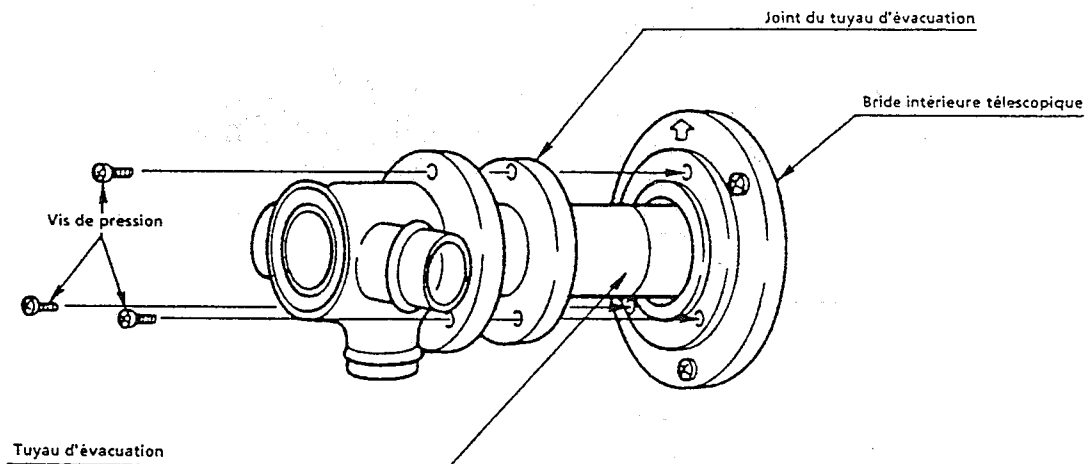

Fig. 11
6. a. Passez le tuyau d'évacuation avec le joint déjà fixé dessus à travers le moignon à partir de côté salon. Fixez le tuyau d'évacuation à la bride intérieure à l'aide des trois vis de pression (Voir fig. 11).